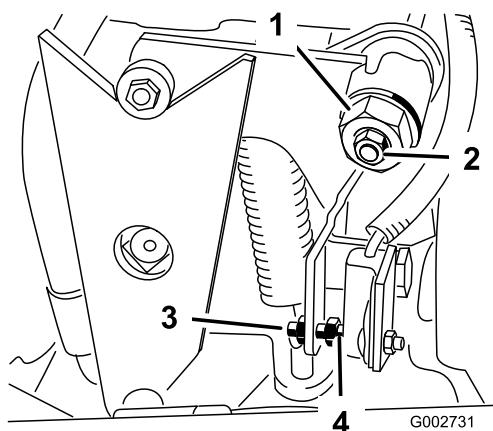

Bild 33
4. Lockern Sie die Sicherungsmutter an der Fahrantriebs-Einstellnocke (Bild 33).
5. Lassen Sie den Motor an und drehen das Sechskant (Bild 33) der Nocke in beide Richtungen, um die zentrale Stellung im Neutralbereich ausfindig zu machen.
3. Stellen Sie die Schraube ein, bis der Abstand $1,5 \text{ mm} \pm 0,8 \text{ mm}$ (Bild 33) beträgt.